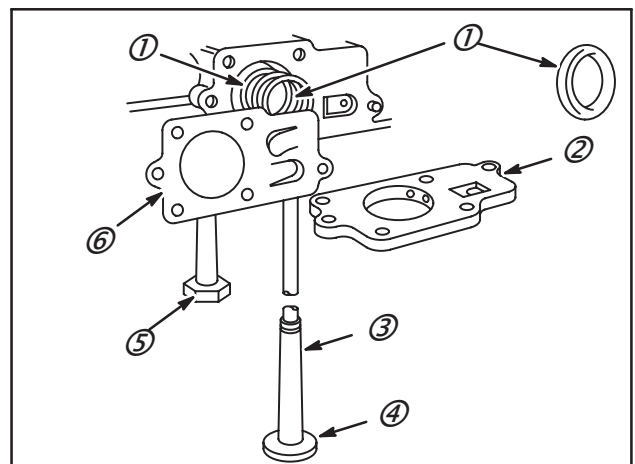

Fig. 77
1. La partie arrondie de la coupelle (1) doit rester contre la membrane (6), Fig. 77. Cela empêche le ressort (1) de couper la membrane.
2. Lors de la repose du couvercle de pompe (2), serrer les vis en diagonale pour assurer une bonne étanchéité.
3. Vérifier également l'état de toutes les surfaces de contact ; réparer ou remplacer si nécessaire. Tuyau de pompe long (3), base (4), tuyau de carburateur court (5), Fig. 77.